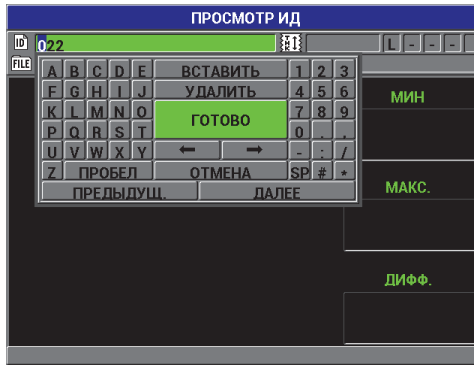

Рис. 7-16 Редактирование ИД
4. Повторно нажмите клавишу [ID#] и отредактируйте значение ИД (см. Рис. 7-16 на стр. 137).